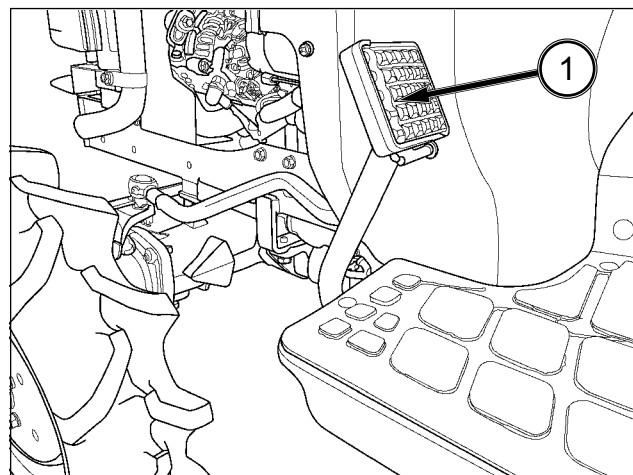

FIG. 44
FIG. 44 : Lorsque la pédale d'embrayage (1) est complètement enfoncée, la transmission est débrayée, ce qui permet de démarrer le moteur, de changer les rapports et d'arrêter le déplacement du tracteur. L'embrayage doit également être débrayé pour engager la PDF et la conduite à 4 roues motrices. Relâchez lentement la pédale pour embrayer et transmettre la puissance vers la transmission et la PDF.